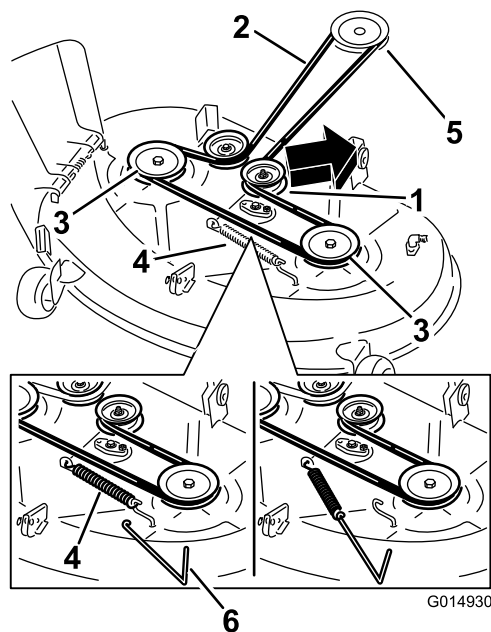
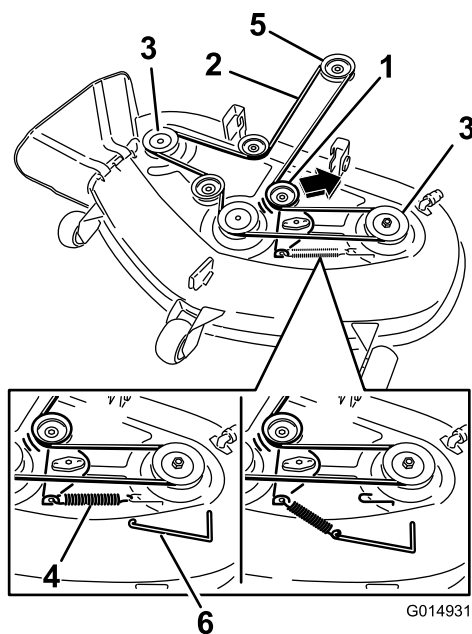

Figura 57
Figura 58
6. Utilizando um removedor de molas (peça Toro n.º 92-5771), remova a mola intermédia do gancho da plataforma para retirar tensão da polia intermédia e role a correia para fora das polias (Figura 57 e Figura 58).
7. Coloque a nova correia em redor da polia do motor e nas polias do cortador (Figura 58).
8. Utilizando um removedor de molas, instale a mola intermédia por cima do gancho da plataforma para colocar tensão na polia intermédia e na correia do cortador (Figura 57 e Figura 58).